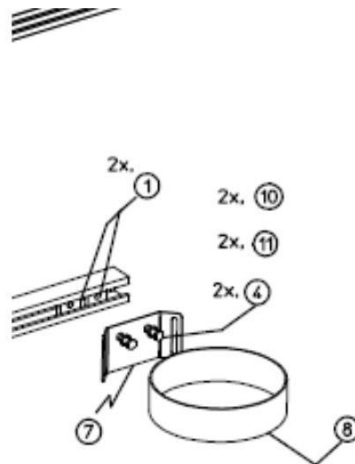

Рисунок 6: Сборка гелиевого кронштейна
5. Установите монитор на виброгасители и закрепите (4) плоскими шайбами, (4) стопорными шайбами и (4) гайками (шт. 10, 11 и 9) с оборудованием для крепления на стену / стену.
6. Найдите предметы 1, 4, 7, 8, 10 и 11 (3/8 "пружинная гайка, болты 3/8" x 1,5 ", опорный кронштейн гелия, гелиевый ремешок, плоская шайба 3/8", 3/8 «Стопорная шайба» и собрать, как показано выше (рис. 6).